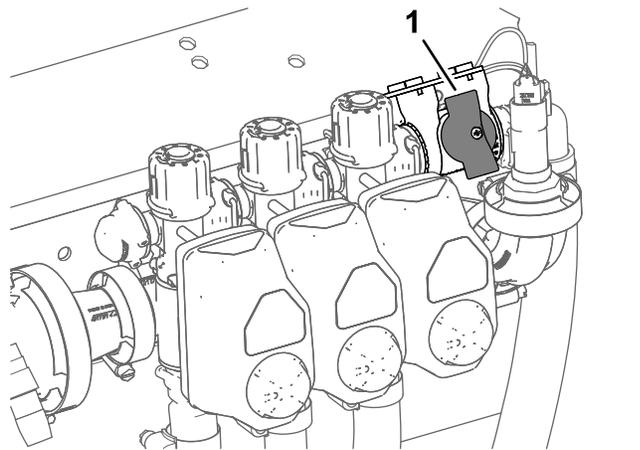

Figura 34
4. Para máquinas operadas no modo de taxa de aplicação, certifique-se de que o botão para a válvula de corte da distribuição da secção está na posição fechada (Figura 34).
5. Para máquinas operadas no modo de taxa de aplicação, certifique-se de a válvula de corte da distribuição da secção está na posição fechada (Figura 34).